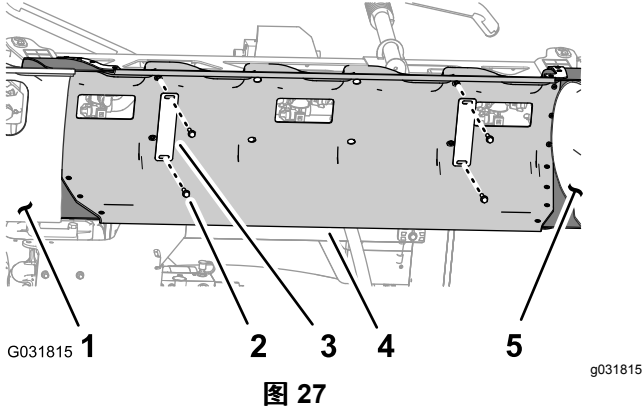

图 27
1. 在支撑住中间喷洒臂段护罩11喷嘴的同时拆下将其固定到护罩支撑托架上的4个凸缘头螺栓5/16 x 1¼英寸和2个护罩箍带图27。